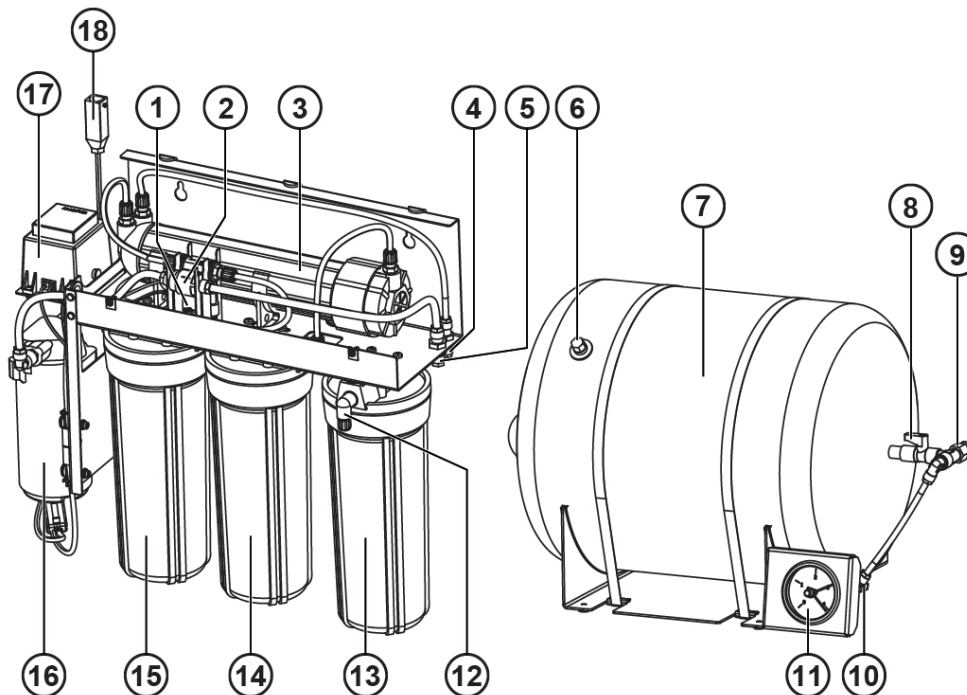

Abb. 1: Umkehr-Osmose-Anlage MELAdem 56 mit Drucktank
6. Verbinden Sie den Ablaufschlauch (0,7 m) und die Kaltwasserleitung mit den entsprechenden Anschlüssen der MELAdem 56 (Abb. 1, Pos. 4 und 5).
7. Schließen Sie die Permeatleitung (1,0 m) an die MELAdem 56 an (Abb. 1, Pos. 12).
9. Schließen Sie die Speisewasserleitung an den Drucktank an (Abb. 1, Pos. 9).
1. Schrauben Sie das Filtergehäuse des Ionenaustauschers ab (Abb. 1, Pos. 13).
11. Schließen Sie die Permeatleitung am Drucktank an (Abb.1, Pos. 10).